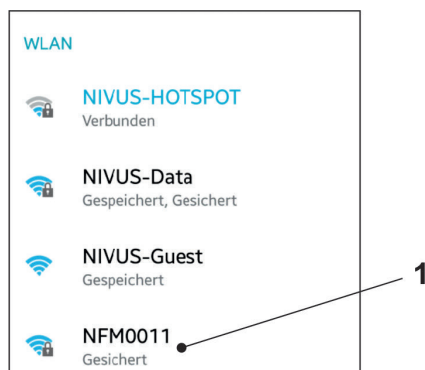

Abb. 29-4 WLAN-Liste
4. In der WLAN-Liste das NFM (Abb. 29-4 Pos. 1) mit der entsprechenden SSID (Auslieferungszustand = Seriennummer) anwählen.